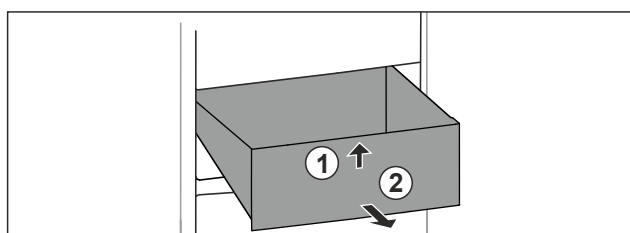

Fig. 104
- Schubfach vorne anheben. Fig. 104 (1)
- Schubfach nach vorne entnehmen. Fig. 104 (2)